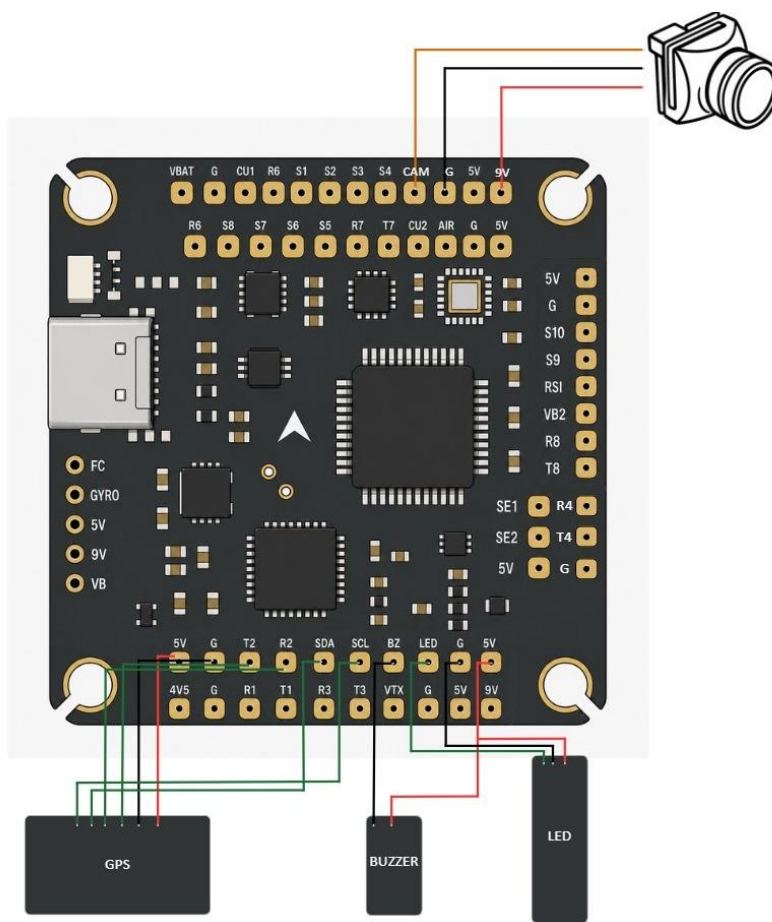

Fig.2. Schéma de câblage (pastilles)
Le FC dispose de 8 ports UART. L'agencement des pastilles est le suivant (voir Fig. 2) :
- **UART 2 (GPS)** : Branchez ici votre module GPS, comme indiqué sur la Fig. 2. Reliez TX du GPS à R2 et RX du GPS à T2. Utilisez les pastilles 5V et G pour l'alimentation.
- Caméra : Reliez le fil de signal de la caméra à la pastille CAM, la masse à G et l'alimentation à la pastille 9V (voir Fig. 2). Vérifiez la tension d'alimentation de votre caméra avant de choisir entre les pastilles 5V et 9V.